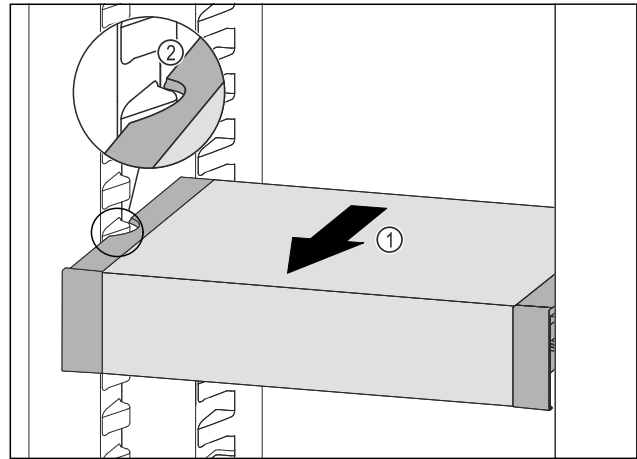

Fig. 176
- VarioSafe nach vorne ziehen Fig. 176 (1), bis sich die seitlichen Aussparungen des VarioSafes auf Höhe der Behälterrippe im Kühlteil befinden. Fig. 176 (2)